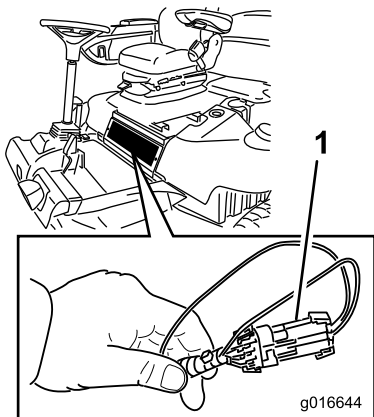

図 45
2. 座席の前の下にあるアクセスパネルを外す（図 45）。
3. コントローラの近くにあるワイヤハーネスとそのコネクタを探し出す（図 45）。